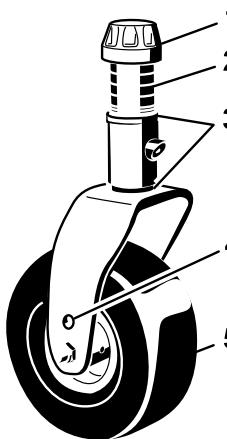

Figura 101
1. Togliete il cappuccio di tensione dall'asse del perno ed estraete il perno dal braccio della ruota orientabile (Figura 101). Riposizionate gli spessorini, come opportuno, per sollevare o abbassare la ruota orientabile fino ad ottenere il passo corretto dell'apparato di taglio.